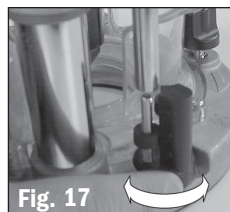

Fig. 17
5. Ruotare nuovamente la torretta fino a quando il bullone della rotella zigrinata desiderata è in linea con il blocco. **Fig. 17**. Affondare fino a quando il blocco profondità vuoto si posiziona sul bullone e colpisce la rotella. Bloccare la leva di blocco affondo (**g**).